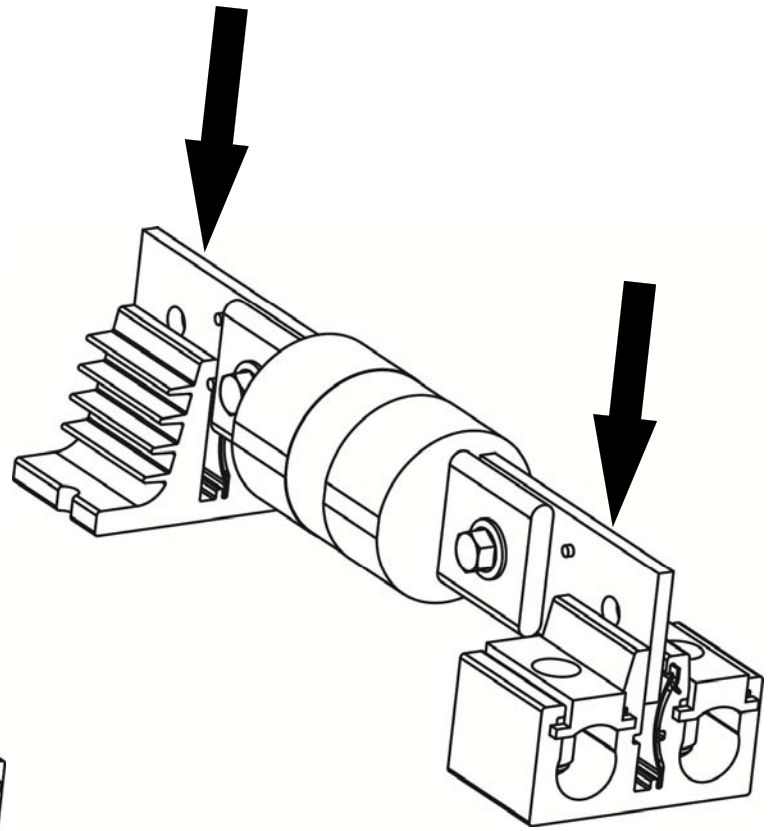
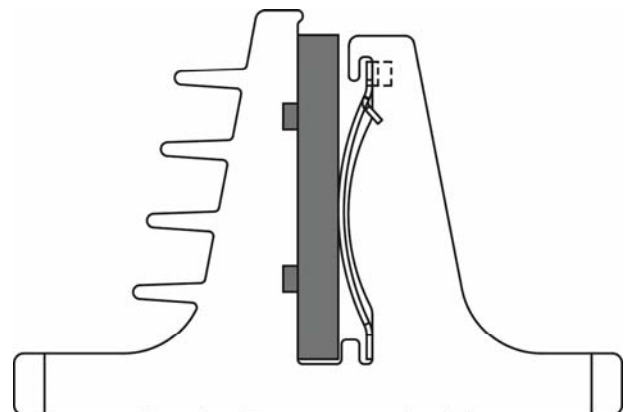

Fig. 4
Fig. 6
4. Pousser l'ensemble de fusible « J » vers le bas (Fig. 4 et 5) sur la surface du connecteur, jusqu'à ce qu'il soit bien installé (Fig 6).